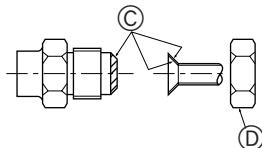

Fig. 5-1
5.2. Rohranschlüsse (Fig. 5-1)
- Vor dem Anziehen der Konusmutter eine dünne Schicht Kältemittel-Öl auf das Rohr und auf die Oberfläche des Sitzes an der Nahtstelle auftragen. (A)
- Mit zwei Schraubenschlüsseln die Rohrleitungsanschlüsse fest anziehen. (B)
- Tragen Sie Kältemaschinenöl auf die gesamte Konusauflagefläche auf. (C)
- Die Konusmuttern wie folgt verwenden. (D)
(A) (Fig. 5-1)
(B) (Fig. 5-1)